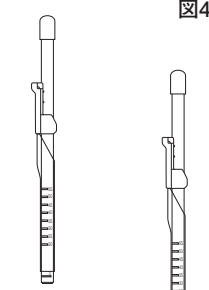

図5
3. シースと嵌合させたダイレクタ胴体部をJ型カニューラに嵌合させる。この時、突き当たるまで十分に嵌合させる。（図5）